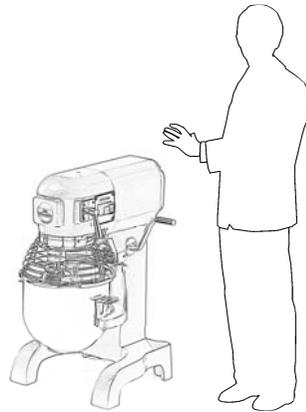

FIG. n.7 - Posizione corretta
6. assumere una posizione corretta in modo da evitare incidenti (vedi *FIG. n.7*): il corpo deve essere perpendicolare al piano di lavoro; le mani non devono forzare i componenti della macchina od ostacolare i movimenti della stessa.